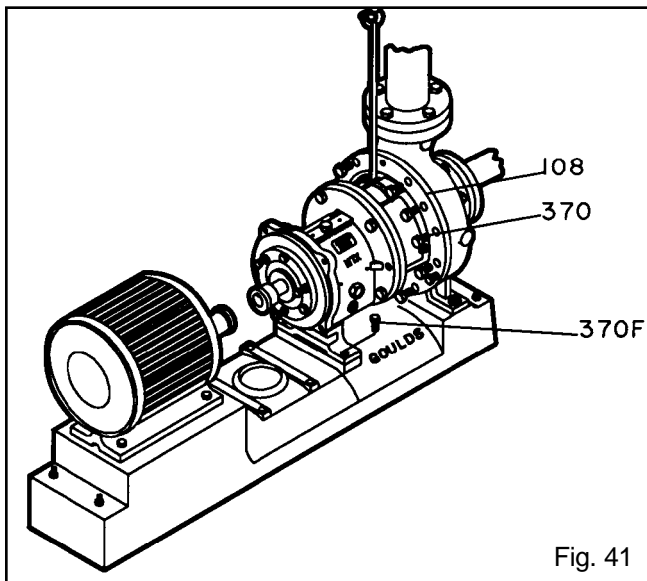

Fig. 41
- Todos, excepto por el adaptador de cara C: Coloque la eslinga del montacargas a través del adaptador para el bastidor (108) o del bastidor (228A) para el modelo STX (Fig. 41).